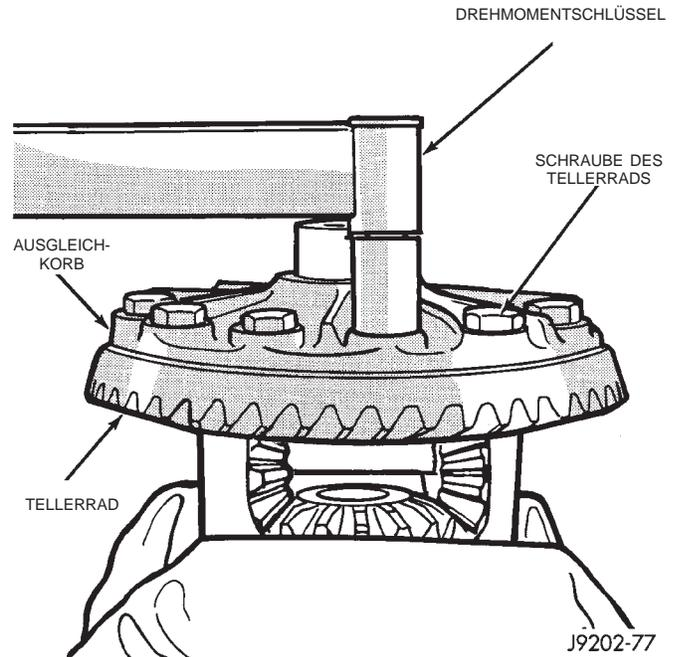

Abb. 33 Schrauben des Tellerrads montieren
- (1) Ausgleichkorb umdrehen, Tellerrad auflegen und zwei Befestigungsschrauben eindrehen. Hierdurch wird das Tellerrad über den Bohrungen des Ausgleichkorbs zentriert.
- (2) Ausgleichkorb im Schraubstock umdrehen.
- (3) Neue Befestigungsschrauben für das Tellerrad eindrehen und abwechselnd mit einem Anzugsmoment von 95-122 N·m (70-90 ft. lbs.) festziehen (Abb. 33).
- (4) Ausgleichkorb in Achsgehäuse einbauen und Zahnflankenspiel und Tragbild der Zahnanlage überprüfen.